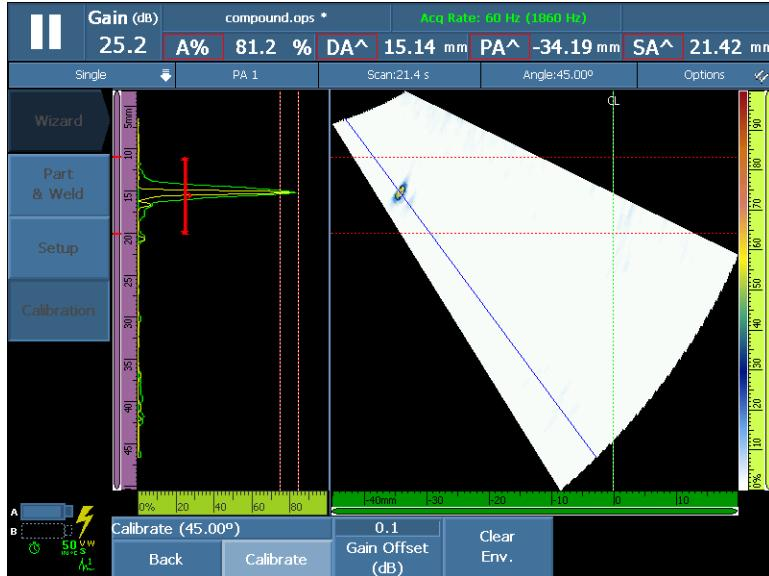

Рис. 5-16 Огибающая для калибровки чувствительности первого угла
- a) Перемещайтесь ПЭП вперед-назад по калибровочному образцу над опорным отражателем для построения на экране огибающей (см. Рис. 5-16 на стр. 141).